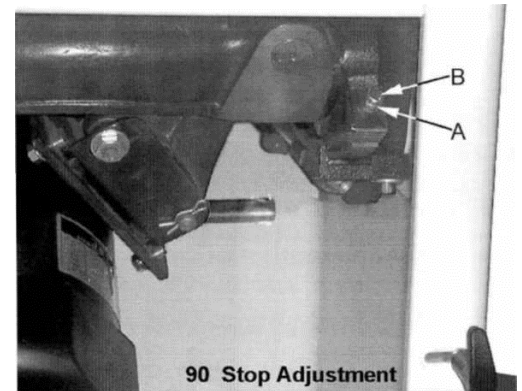

Рис. 20
5. Если пильный диск не под углом 90 градусов, откройте дверь крышку двигателя, ослабьте контргайку ( А см. рис. 20) и поверните стопорный винт регулировки (В, рис. 20) на передней цапфе во внутрь или наружу. Регулировочный винт следует прекратить вращать на переднем кронштейне цапфы, когда пильный диск находится в 90°к столу.
9. Проверьте правильность указателя (С, рис. 20) на угол масштаба и скорректируйте, если это необходимо.